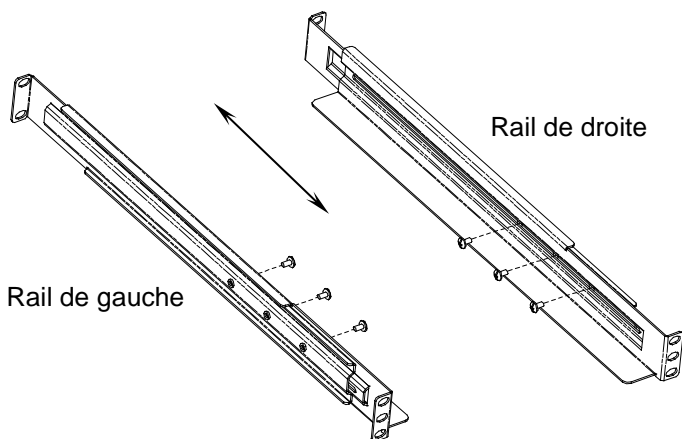

Fig. 1 : Pré-installation des rails de fixation gauche et droit
1. Vous allez commencer par installer les rails fournis. Notez que leur profondeur est ajustable (voir Figure 1). Introduisez les vis dans les rails de gauche et de droite sans les serrer.